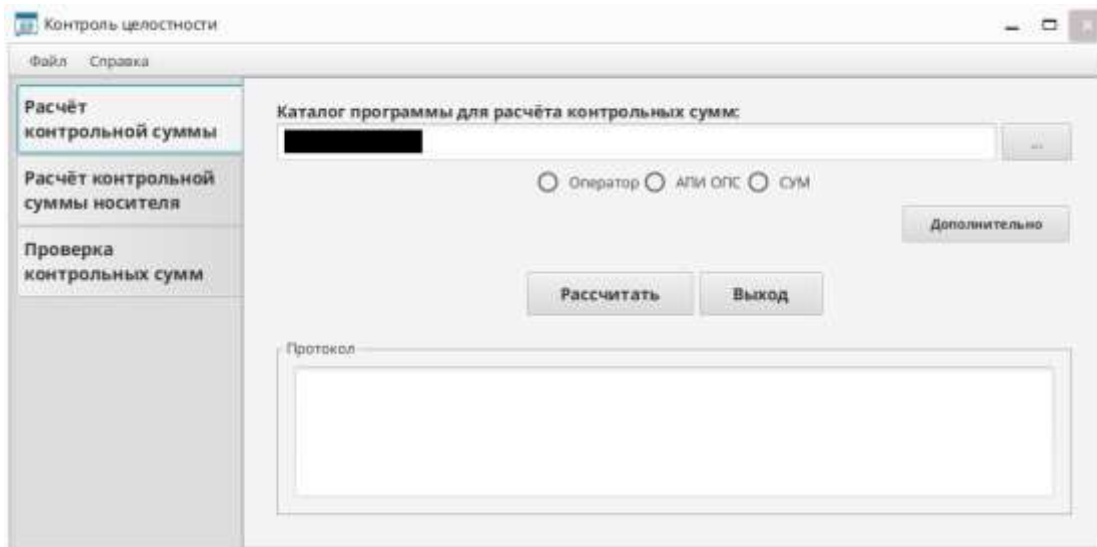

Рис. 165
«Контроль целостности» на рабочем столе, и в открывшемся окне (Рис. 165) выбрать вкладку «Расчёт контрольных сумм». Полный путь к файлу с перечнем файлов вводится либо непосредственно в соответствующее поле, либо вызывается диалоговое окно путём нажатия кнопки «».
- нажать на кнопку «Рассчитать» для запуска процесса расчёта (Рис. 165).